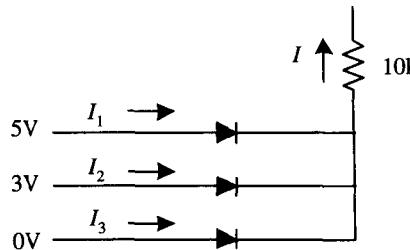

图 1-12
1. 设二极管为理想器件，求图 1-12 中电路的 I_1 、 I_2 、 I_3 、 I 和 U_O 。